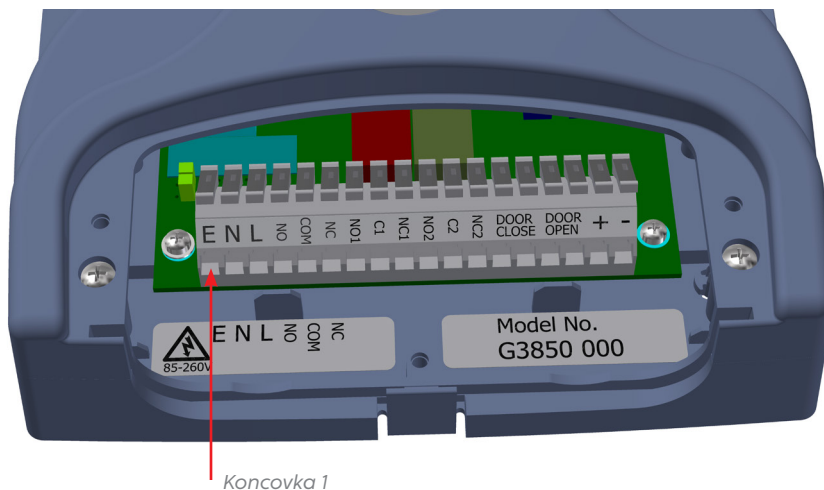

Fig 3: Instalace
2. Připojte ovladač ke správnému přírodnímu napětí a vstupům (viz Fig 3 níže).